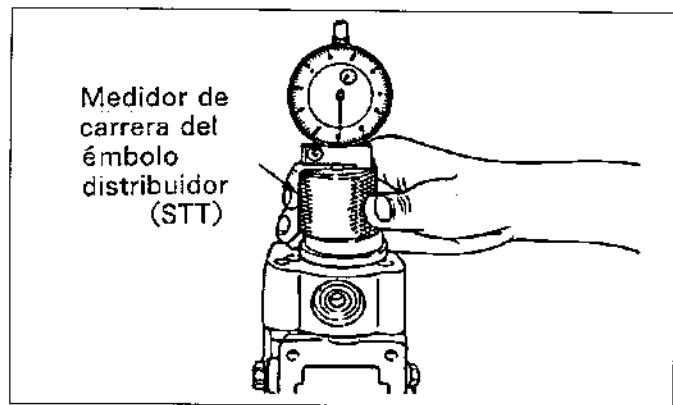

Figura.14-29
- (4) Monte el medidor de la carrera del émbolo distribuidor (STT) en la sección montada en el paso (2) como se ilustra en la figura.14-29.